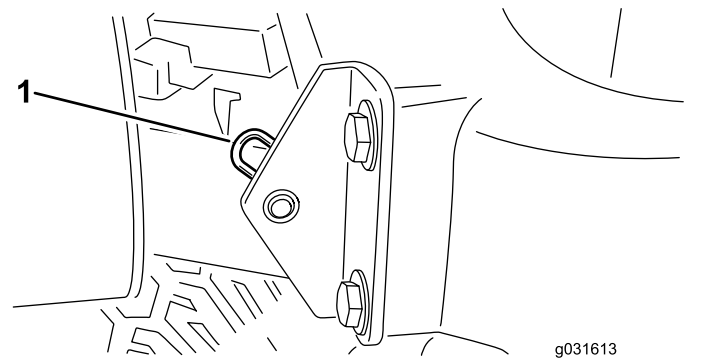

Figura 64
2. Togliete la coppiglia che fissa il perno del cofano alle staffe di montaggio (Figura 64).